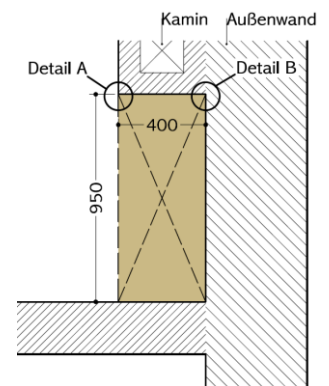

Abbildung 3: Grundriss
3. Berechnen Sie für den Einbauschränk (Abbildung 3) die zu erwartende Durchbiegung sowohl für Einlegeböden als auch für Böden. Nehmen Sie eine Flächenlast von $0,0017 \text{ N/mm}^2$ für die Aktenordner an. Die Böden bestehen aus 19 mm dick furnierter Spanplatte mit einem Elastizitätsmodul von 4.500 N/mm^2 . Welche Maßnahmen würden Sie treffen, um einer zu starken Durchbiegung entgegenzuwirken?